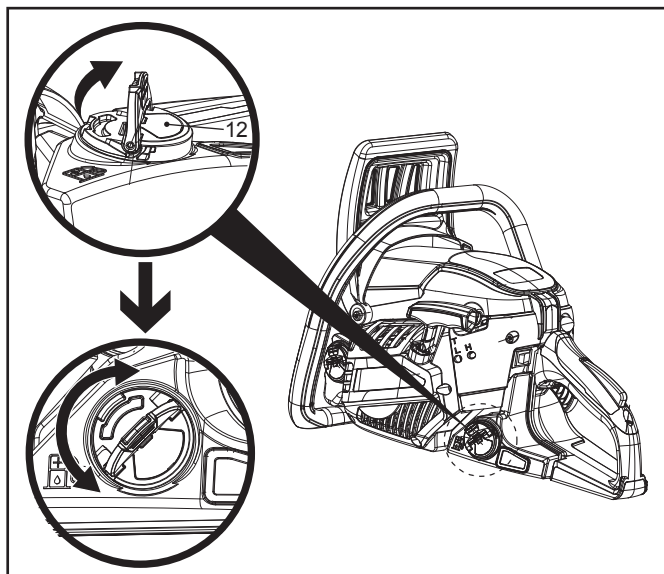

Fig. 14
4. Deșurubează și scoate bușonul rezervorului de combustibil (12) rotindu-l în sens antiorar (Fig. 14).
6. Șterge combustibilul vărsat cu o cârpă moale. Pune la loc și înșurubează bine bușonul rezervorului de combustibil (12) rotindu-l în sens orar (Fig. 14).